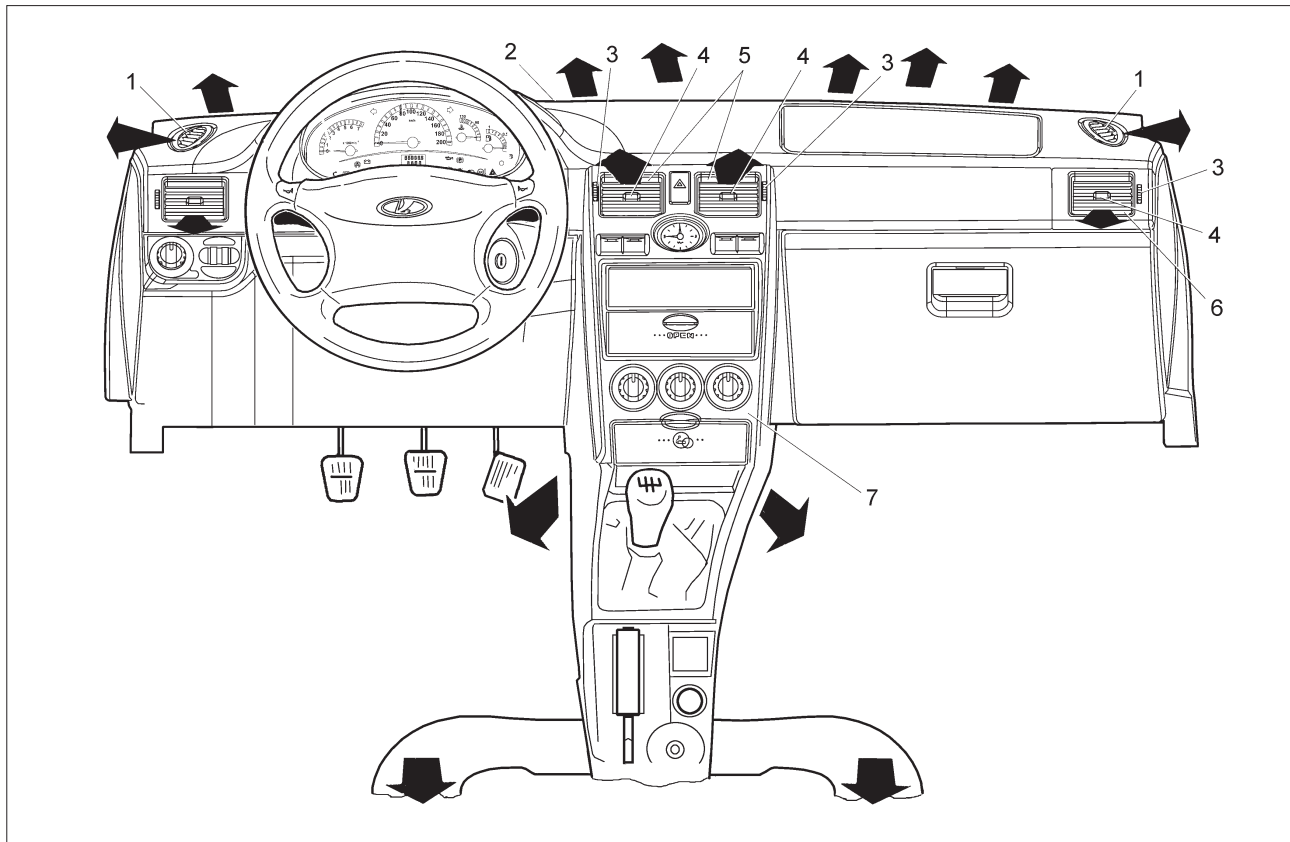

Рис. 40. Органы управления системой вентиляции и отопления салона
- 1 – сопла обдува боковых стекол (рис. 40);
- 7 – поворотные переключатели системы вентиляции и отопления салона (см. рис. 40).
При установке  открыть центральные 5 и боковые 6 сопла вентиляции (рис. 40).
Направление потока воздуха регулируется ручками 4 (рис. 40), а регуляторами 3 управления заслонками сопел поток воздуха открывается или перекрывается полностью.